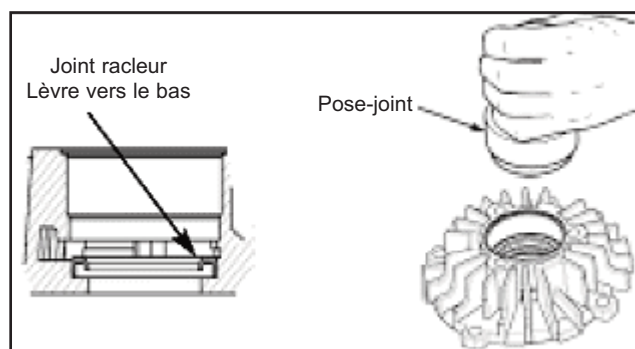

Figure 18
1. Avant de commencer, placez le fond (1) face vers le bas sur une surface plane et propre. Prenez garde de ne pas érafler ou endommager le fond.
2. A l'aide d'un pose-joint de taille convenable, enfoncez un joint racler neuf, lèvre vers le bas, face au rotor, jusqu'au fond de la gorge ; voir la figure 18.